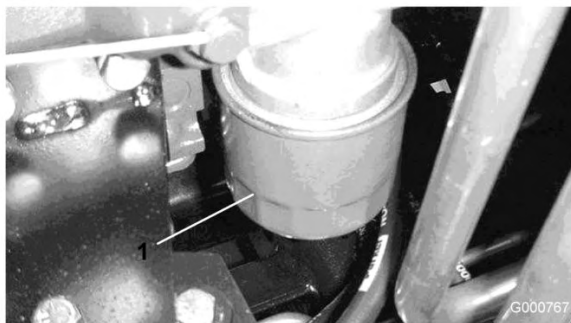

図 56
- オイルフィルタ（図 56）を外す。新しいフィルタのシールに薄くエンジン・オイルを塗って取り付ける。締めすぎないこと。